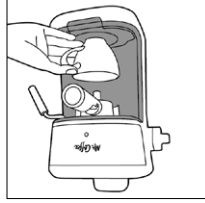

Figura 6
1. Coloque una taza sobre la bandeja de goteo, debajo del portafiltro (Figura 6).